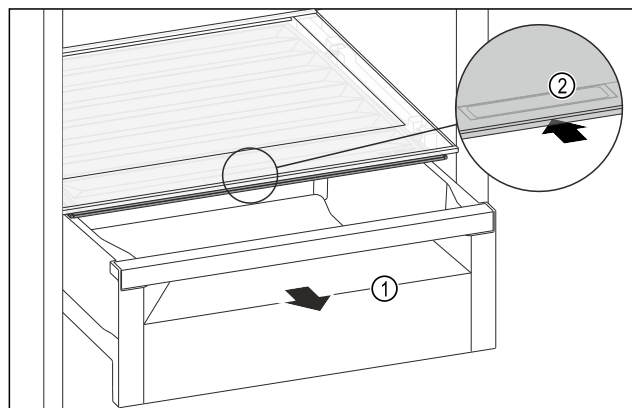

Fig. 188
- ▶ Retirer le tiroir Fig. 188 (1).
- ▶ Saisir la poignée encastrée Fig. 188 (2) du couvercle du compartiment et pousser le couvercle du compartiment vers l'arrière.